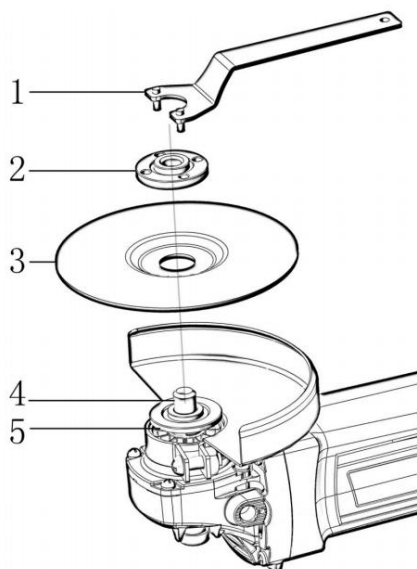

Fig 3
1. Montare la flangia interna sul mandrino, montare la ruota/disco sulla flangia interna e avvitare quella esterna flangia sul mandrino (Fig3)